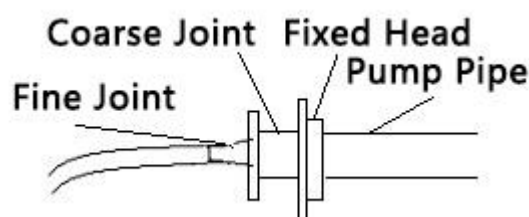

Figura 4
5. De acordo com a Figura 4 conecte o tubo da bomba